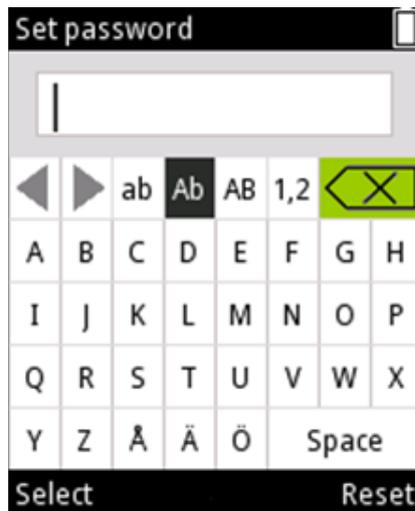

图 D53.
3. 从 Set password (设置密码) 文本编辑器选择  退格符号, 然后按下  (Select (选择)) 多次, 直至文本输入字段为空 (图 D53)